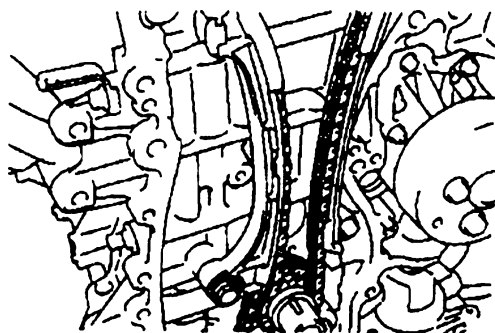

图 22-55 安装曲轴转角传感器板
6) 如图 22-55 所示, 安装曲轴转角传感器板, 使传感器板上的“F”标记朝上。